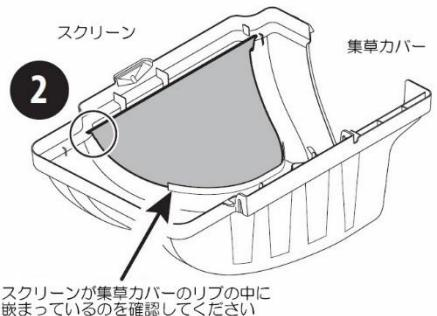

図10
- もう一方の側も、スクリーンを集草カバーの切り込み(2)に押し込んで固定します。図10を参照してください。